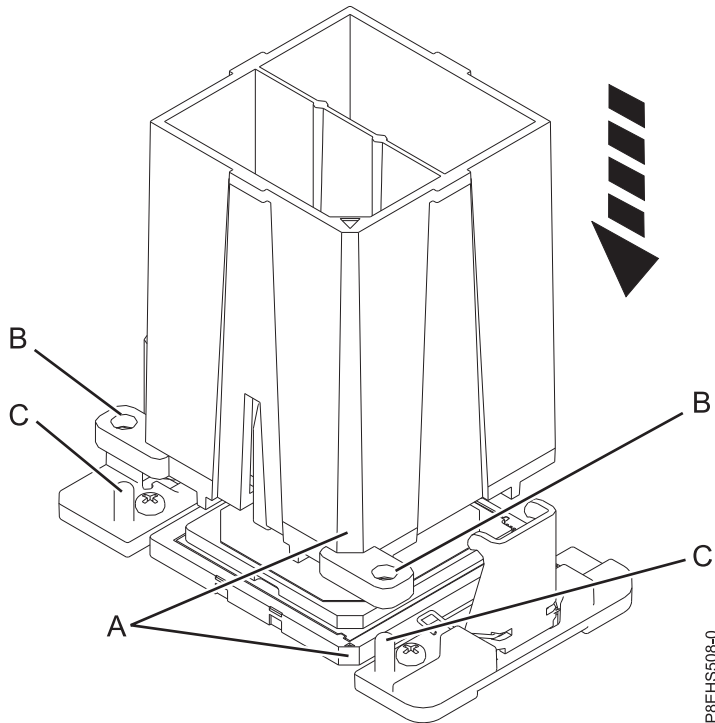

Figure 92. Abaissement de l'outil de retrait sur le module processeur système
- a. A l'aide de l'outil de retrait fourni (référence 01AF101), alignez l'angle biseauté (**A**) de ce dernier avec l'angle biseauté du module processeur système, comme illustré dans la figure 92, à la page 93.